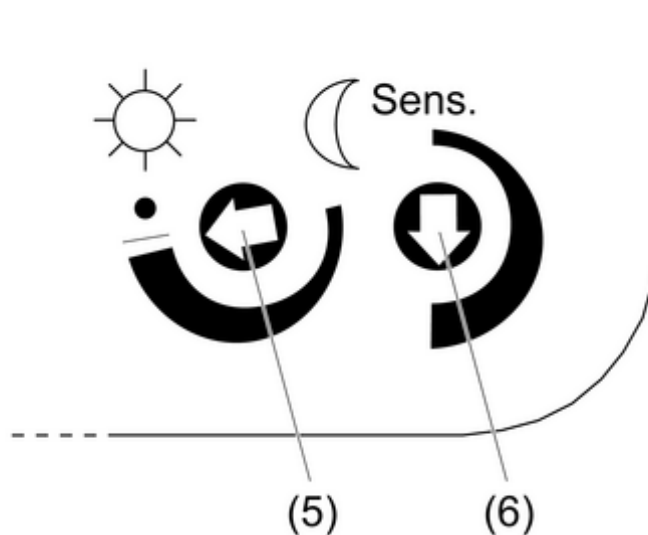

Bild 9: Einsteller auf der Rückseite
- Mit dem Empfindlichkeits-Regler **Sens.** (6) die Empfindlichkeit des Sensors zwischen maximaler und minimaler Empfindlichkeit einstellen (Bild 9).
- Mit dem Helligkeits-Sollwert-Regler (5) den Helligkeits-Sollwert einstellen: